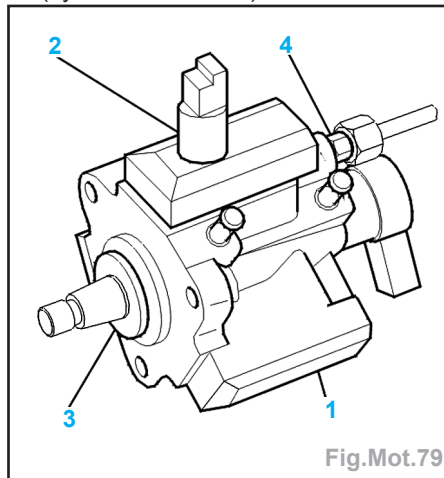

Fig.Mot.79
- Ne pas dissocier la pompe haute pression (4) carburant des éléments suivants (Fig.Mot.79) :
- désactivateur du 3^{ème} piston de pompe haute pression carburant (2),
- bague d'étanchéité (1),
- raccord (3) de sortie haute pression (dysfonctionnement).